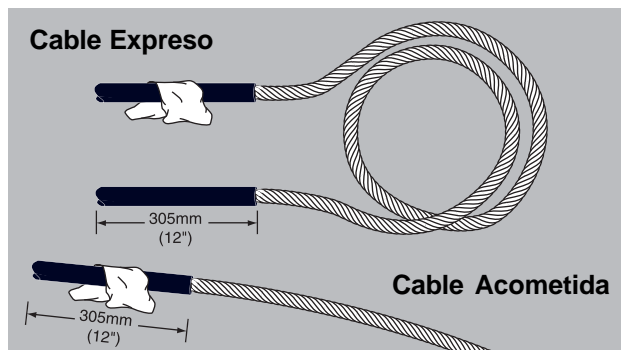

FIGURA 2
2. Limpie con el paño humedecido con alcohol aproximadamente 30 cm de la superficie del cable para eliminar suciedad, grasa etc. (Figura 2)